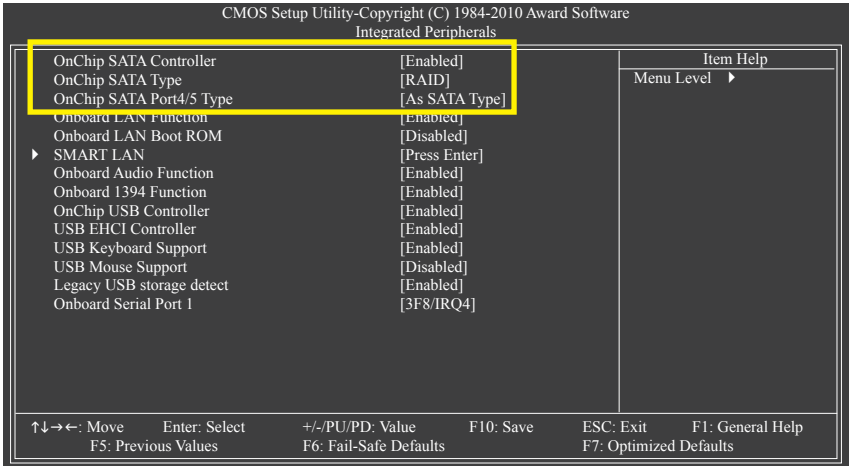

図 1
**OnChip SATA Controller**が**Integrated Peripherals**下で有効になっていることを確認します。改成 SATA2\_0~3コネクタに対してRAIDを有効にするには、**OnChip SATA Type**を**RAID**に設定します。SATA2\_4とESATAコネクタに対してRAIDを有効にするには、**OnChip SATA Type**を**RAID**に設定し、**OnChip SATA Port4/5 Type**を**As SATA Type**に設定します (図 1)。